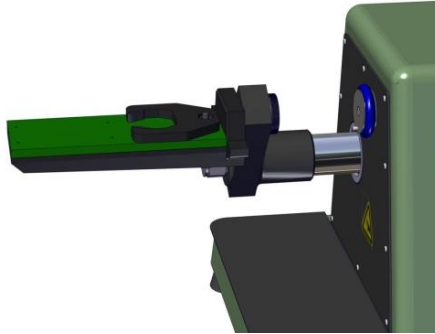

Figure 5.8.1
2. Glissez délicatement le bossage fileté de la base de l'accessoire sur le bras de serrage mobile (Figure 7.3, N°12) de l'appareil de mesure. Replacez la vis moletée et resserrez-la pour fixer la base de l'accessoire au bras de serrage mobile (voir Figure 5.8.1).